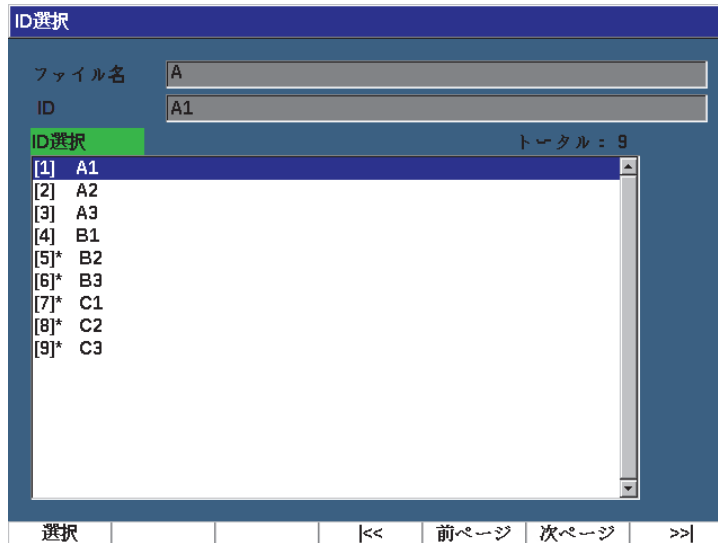

図 10-11 ID 選択ページ
3. **ID 選択** (P2 キー) を押して **ID 選択** ページを表示します (217 ページの図 10-11 参照)。